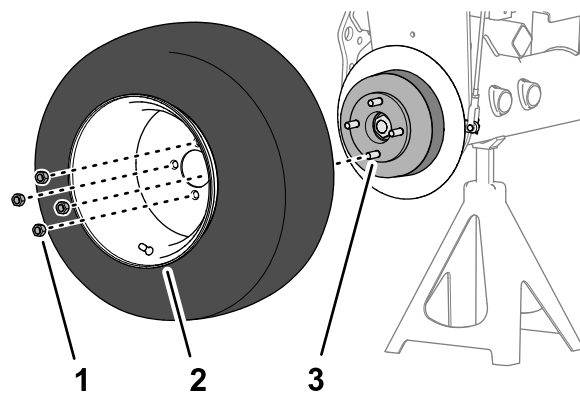

Рисунок 63
1. Отверните 4 зажимные гайки, которые крепят переднее колесо к ступице, и снимите колесо (Рисунок 63).